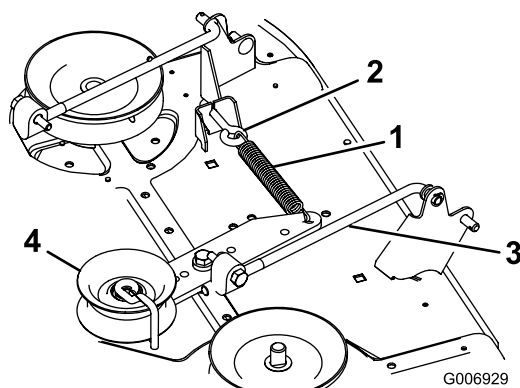

Figure 38
7. Débranchez le ressort situé sur le bras de la poulie de tension de la patte du plateau de coupe (Figure 38).